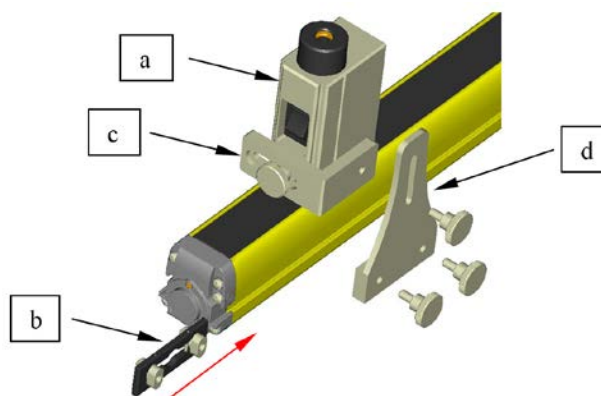

Abbildung 2
- Achten Sie darauf, dass die beiden Nocken vertikal ausgerichtet sind (Abbildung 2). Schieben Sie Baugruppe „b“ in die seitliche Nut ein, bis die gewünschte Position erreicht ist. Siehe Abbildung 4.